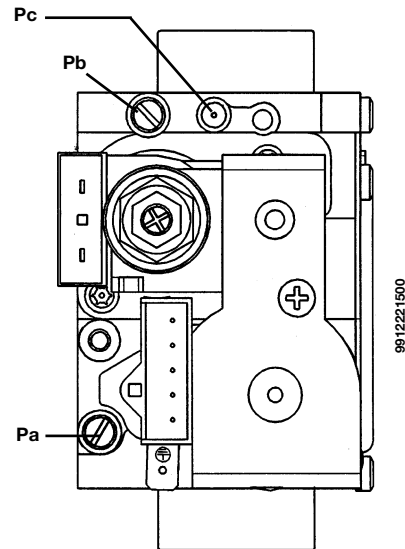

Figura 13
Le modalità di taratura del regolatore di pressione sono leggermente differenti a seconda del tipo di valvola del gas utilizzata (HONEYWELL o SIT vedi figura 13).
- collegare la presa di pressione positiva di un manometro differenziale, possibilmente ad acqua, alla presa di pressione (**Pb**) della valvola del gas (Figura 13). Collegare, solo per i modelli a camera stagna, la presa negativa dello stesso manometro ad un apposito "**T**" che permetta di collegare insieme la presa di compensazione della caldaia, la presa di compensazione della valvola del gas (**Pc**) ed il manometro stesso. (Una pari misura può essere effettuata collegando il manometro alla presa di pressione (**Pb**) e senza il pannello frontale della camera stagna); Una misura della pressione ai bruciatori effettuata con metodi diversi da quelli descritti potrebbe risultare falsata in quanto non terrebbe conto della depressione creata dal ventilatore nella camera stagna.
- verificare che la pressione dinamica di alimentazione della caldaia, misurata alla presa di pressione (**Pa**) della valvola del gas (Figura 13) sia quella corretta (**37 mbar** per il gas **propano** o **20 mbar** per il gas **metano**).